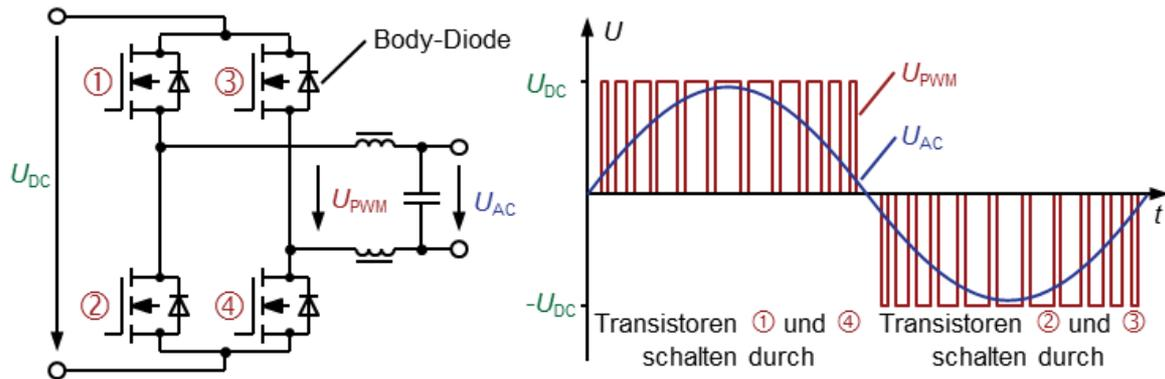

Abbildung 6.13: Prinzip des Wechselrichters mit sinusbewerteter PWM
Die Gleichspannung U_{DC} wird hierbei von der H-Brücke in **Impulse unterschiedlicher Breite zerhackt**. In der ersten Halbperiode der Netzwechselspannung schalten jeweils nur die Transistoren ① und ④ durch, in der zweiten dann die Transistoren ② und ③. Das nachfolgende Tiefpassfilter (L-C-Schaltung) sorgt dafür, dass nur der gleitende Mittelwert (Folge der arithmetischen Mittelwerte) dieser Spannung am Ausgang ankommt; dies ist das gewünschte 50Hz-Signal. Dieses hat eine fast ideale Sinusform. Die in Abbildung 6.13 aufgeführten Dioden sorgen dafür, wie wir bereits feststellen konnten, dass nach dem Abschalten eines Transistors der Strom durch die Last nicht plötzlich Null wird (auch Freilaufdioden genannt).